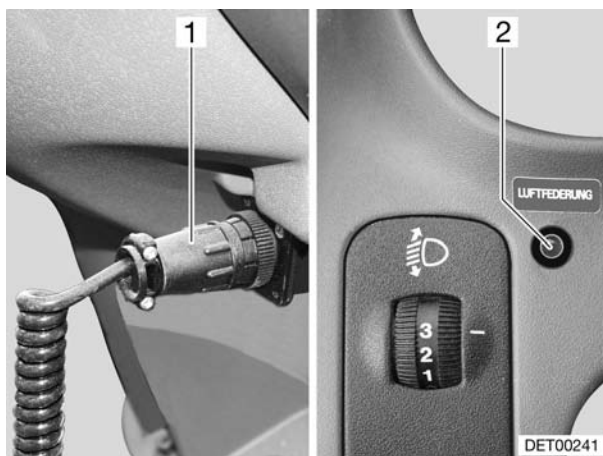

Fig. 8 Sospensione pneumatica
- ▶ Far inserire il telecomando sempre nella presa (Fig. 8,1) prevista per tale scopo. Altrimenti la regolazione di livello non avviene e il monitoraggio del sistema viene effettuato in modo non regolamentare.
La luce spia (Fig. 8,2) sul cruscotto indica gli stati di funzionamento della sospensione dell'asse posteriore.